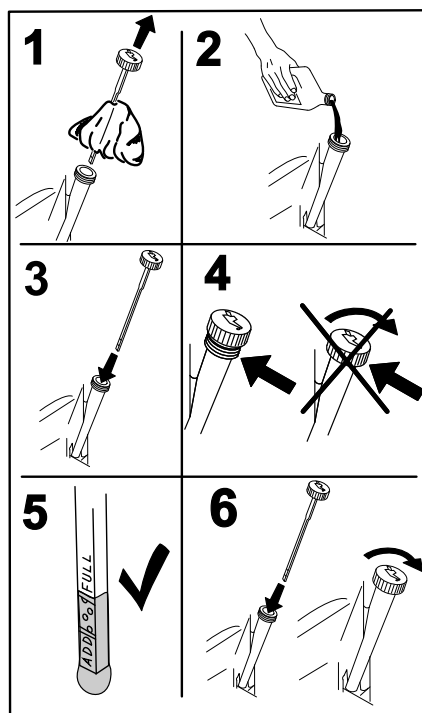

Figura 45
4. Vierta lentamente un 80% aproximadamente del aceite especificado por el tubo de llenado, luego añada lentamente el resto del aceite hasta que llegue a la marca **Full** (Figura 45).